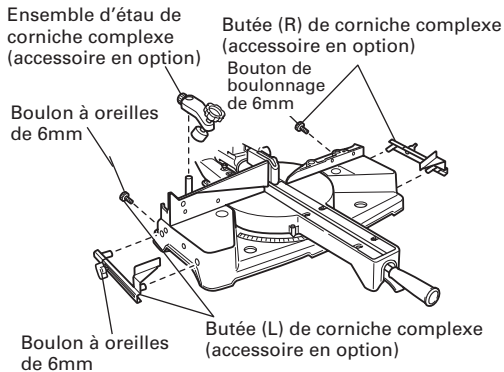

Fig. 46-a
(1) Les butées (L) et (R) de corniche complexe permettent des coupes plus faciles de corniches complexes sans inclinaison de la lame de scie. Les installer sur la base, de chaque côté, comme le montre la Fig. 46-a. Après les avoir introduits, serrer les boulons de boulonnage de 6mm sur les butées de corniche complexe.